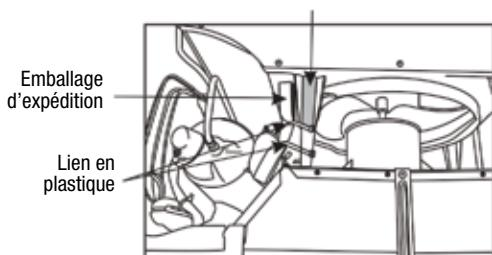

FIG. 7
10. Votre appareil peut être livré avec un emballage interne. Cet emballage DOIT être retiré avant de réinstaller le climatiseur dans le caisson. (Voir Fig. 7.)